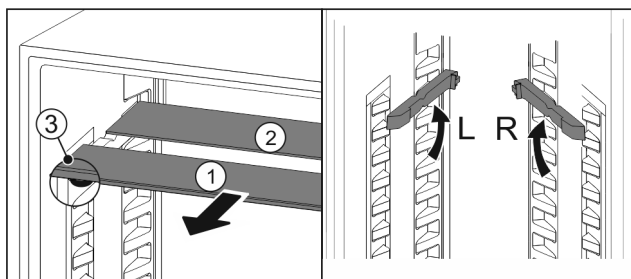

Fig. 112
- Glasplaten afzonderlijk vanaf de voorkant eruit trekken Fig. 112 (1).
- Glasplaat Fig. 112 (1) met sierlijst ligt voor.
- Stops Fig. 112 (3) zijn naar onder gericht.